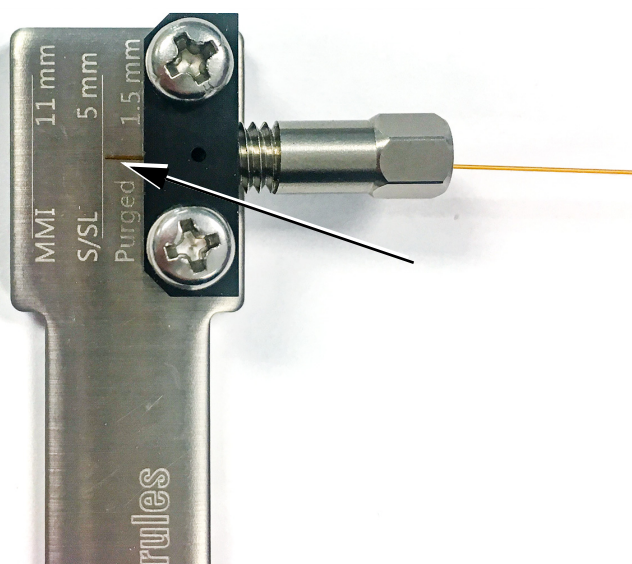

图 15. 对齐色谱柱（分流 / 不分流显示）
- 5 调整色谱柱在工具中的位置，直至色谱柱末端与进样口的修正尺寸对齐。请参阅图 15。